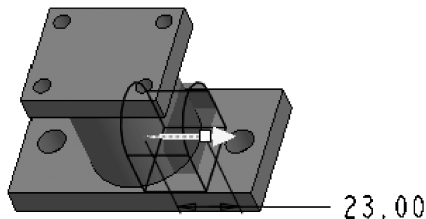

图4-105 修改拉伸深度
(14) 在对话框中修改【拉伸深度类型】为【盲孔】，在其后的组合框中输入深度值“23”，预览模型，如图4-105所示。